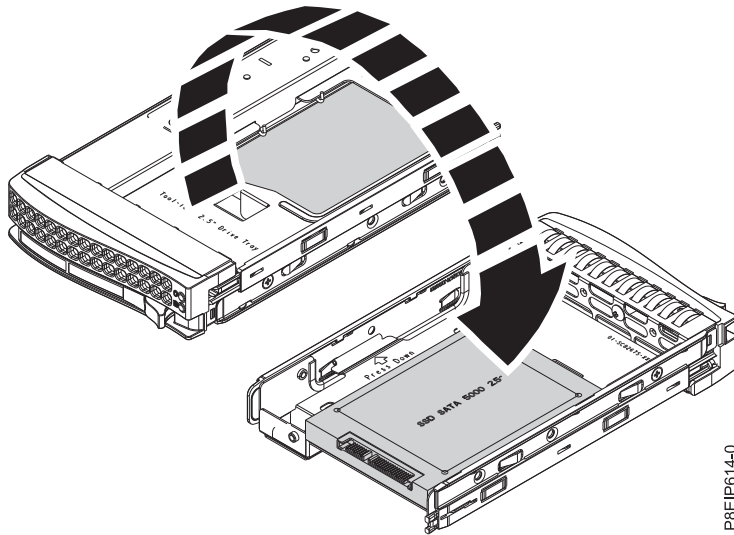

Figura 6. Cómo dar la vuelta a la bandeja de 2,5 pulgadas
- a. Dé la vuelta a la bandeja como se muestra en la Figura 6 en la página 9.